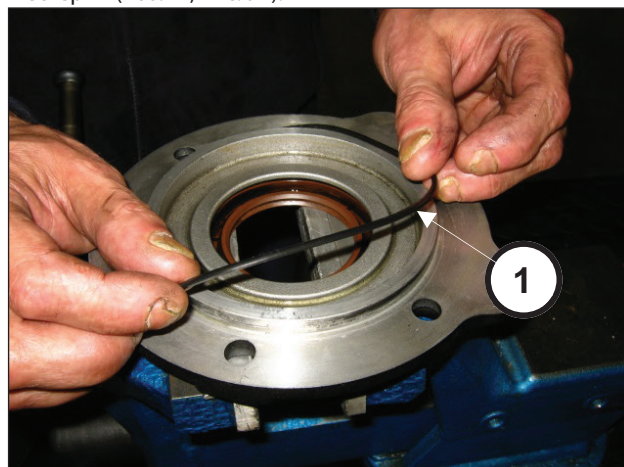

Рис. 92
Установите уплотнительное кольцо в крышку ведущей шестерни (поз. ①, Рис. 92).